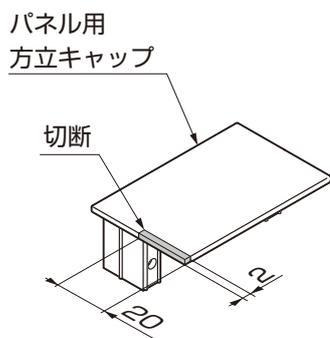

図21-11
- ①パネル用方立キャップを加工してください。(図21-11参照)